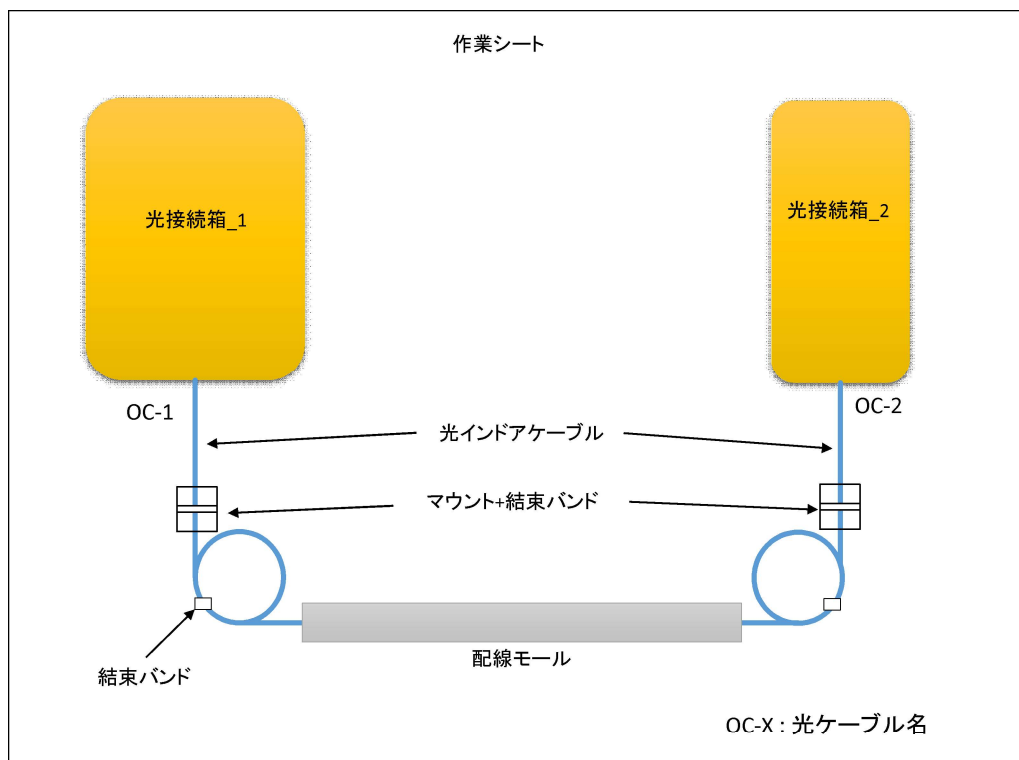

図 1 配置図 (例)
- ・ ケーブル及び光接続箱に識別ラベルを取り付ける。識別ラベルは、図 1 に記載の記号とする。